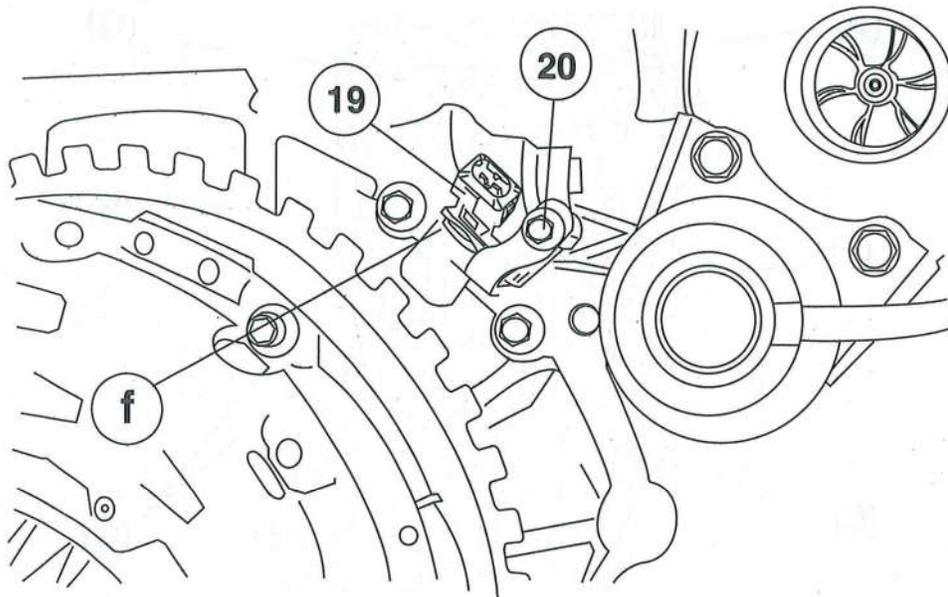

Imagen 17
10. En caso de no coincidir las marcas de sincronización, realice el procedimiento antes descrito nuevamente; de coincidir correctamente las marcas de la sincronización proceda a montar el sensor CKP (19) en su soporte [J] correspondiente y regule éste mismo colocando una lina de 1.2 mm de espesor en "f" antes de apretar el tornillo (20), una vez regulado el sensor CKP(19) proceda a realizar un apriete en el tornillo (20) de 7 Nm (Imagen 17)